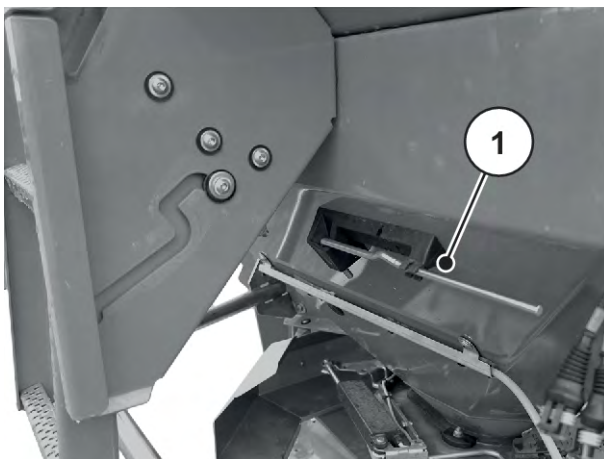

図 36: 調整レバー AXIS xx.2 の位置
- ▶ 調整レバーを再び所定のブラケットにかけます。参照: 図 36 調整レバー AXIS xx.2 の位置